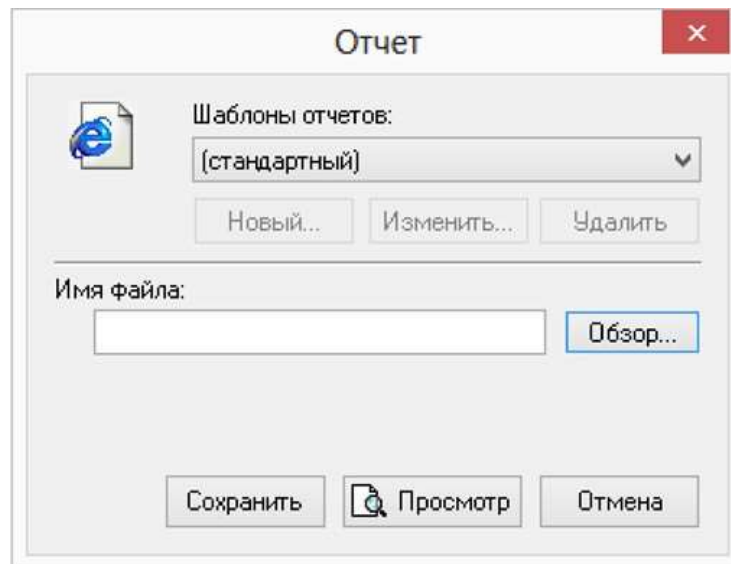

Рисунок 25 Диалог экспорта в Html
1. Нажмите кнопку . Появится диалог экспорта в MS Excel. (см. Рисунок 25. «Диалог экспорта в Excel»).